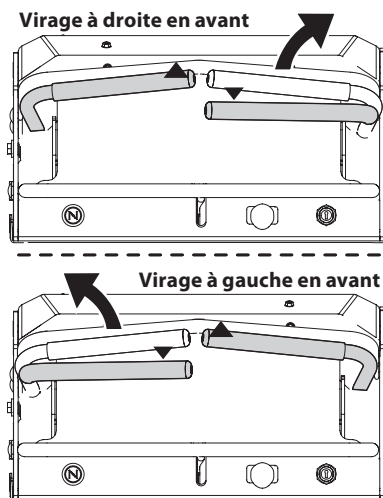

Fig. 11
1. Pour tourner à droite, déplacez le levier de contrôle de conduite droit en arrière du levier gauche (Fig. 11).
2. Pour tourner à gauche, déplacez le levier de contrôle de conduite gauche en arrière du levier de contrôle droit (Fig. 11).